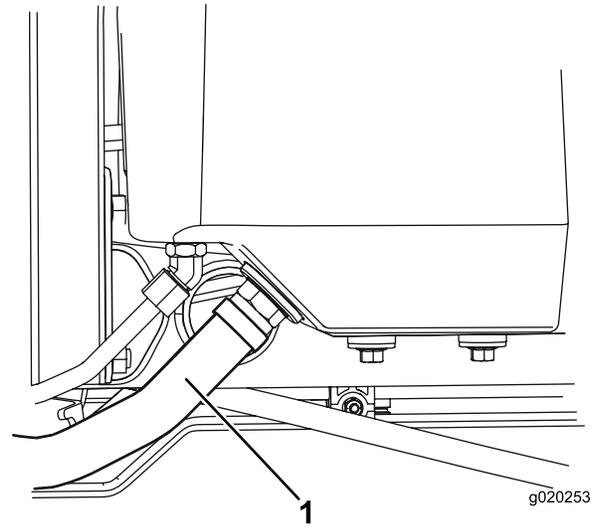

图 81
- 断开大液压软管 (图 81) 与油箱的连接让液压油流入放油盘。